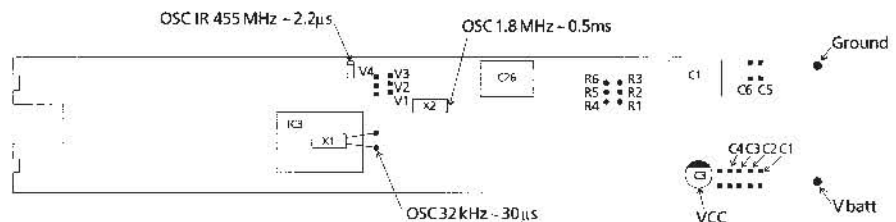

Abb. 2
- Das SMD-Kristall X2 mit einem Oszilloskop überprüfen, der Meßpunkt ist in Abb. 2 dargestellt. Durch Betätigung einer der Tasten: <<, >>, ^, v, ▲, ▼, Gelb, Blau, Grün, Rot, LIST und • schwingt das Kristall konstant mit 1,82 MHz entsprechend einer Periodendauer von ca. 0,5 µs. Bei Betätigung der übrigen Tasten schwingt das Kristall nur während ca. 300 ms.